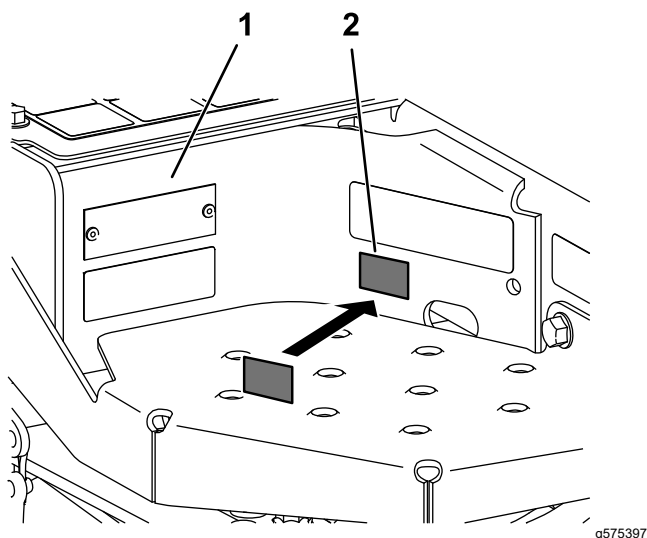

Figure 5
1. Avec de l'alcool à friction et un chiffon propre, nettoyez la zone près de la plaque du numéro de série, et laissez sécher la zone (Figure 5).
2. Retirez la pellicule protectrice au dos de l'autocollant de l'année de production et collez l'autocollant en place (Figure 5).